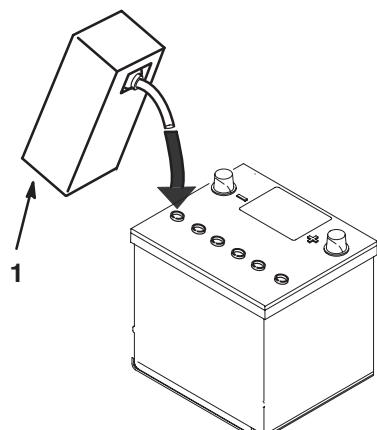

Figure 18
4. Attendez environ 20 à 30 minutes pour que les plaques aient le temps de s'imprégnier d'électrolyte. Faites l'appoint au besoin pour amener le niveau de liquide à 6 mm en dessous du creux de remplissage (Fig. 18).